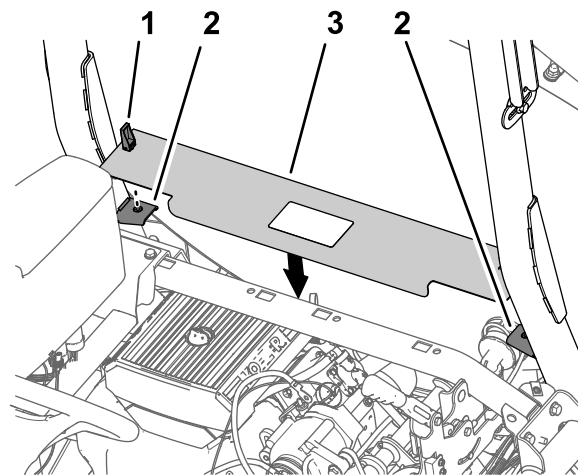

Рисунок 219
1. Совместите защелки в панели доступа к двигателю с втулками в опорных кронштейнах панели на защитной дуге (Рисунок 219).
2. Установите панель на кронштейны (Рисунок 219).
3. Поверните защелки вниз, чтобы прикрепить панель к кронштейнам (Рисунок 219).